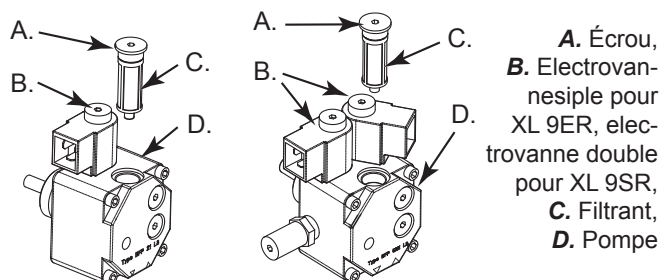

Figure 11 - Pompe du brûleur
- Dévisser l'écrou (A Fig. 11) fixant l'élément filtrant à la pompe.
- Extrayez l'élément filtrant (C Fig. 11).